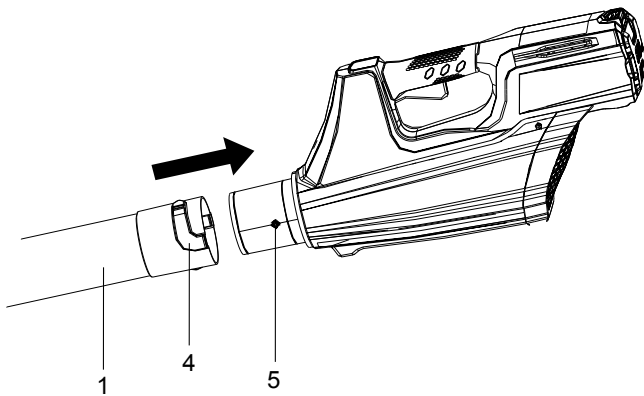

Fig. 3
- Lijn een van beide groeven(4) in de buis af met de tab(5) op de blazerbehuizing. Druk de buis op de blazerbehuizing tot de tab zich in de groeven vastklikt. Zie afbeelding 3.